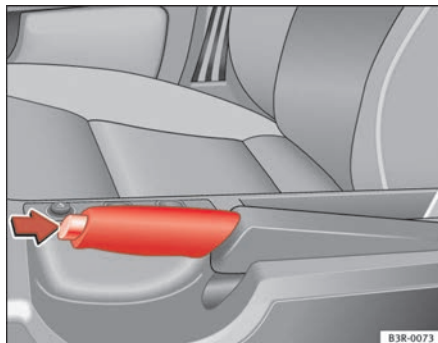

Fig. 149 Dettaglio della console centrale: Freno a mano tirato
- Tirare la leva leggermente verso l'alto e premere contemporaneamente il pulsante ⇒ fig. 149 -freccia-.